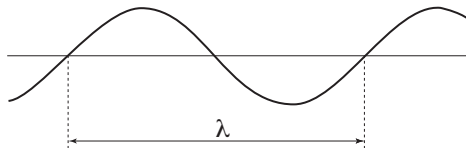

Figure 1.1 – Définition de la longueur d'onde (λ).
- C'est une onde électromagnétique, soit une oscillation périodique, caractérisée par sa longueur d'onde λ (périodicité spatiale, figure 1.1) ou sa fréquence ν : plus la fréquence est élevée, plus la longueur d'onde est faible et inversement :